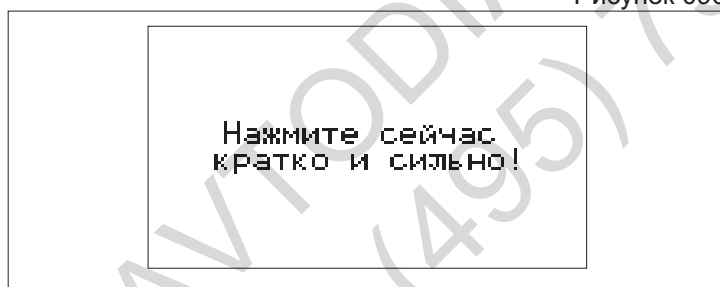

Рисунок 097
8.5 Тест амортизаторов**(Рисунок 097)**